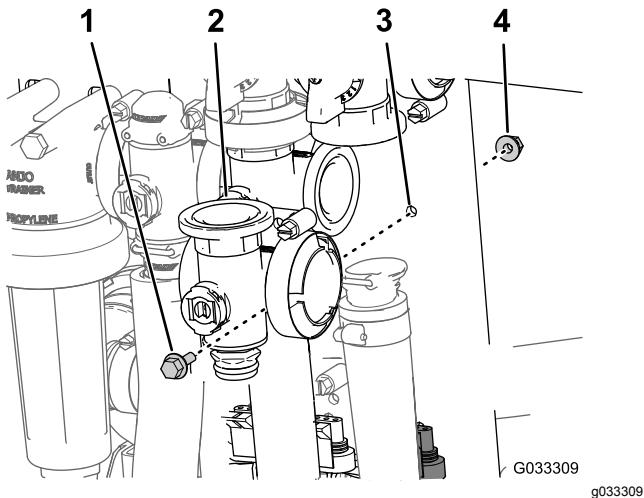

Figure 67
3. Retirez le boulon à embase et le contre-écrou à embase qui fixent la vanne maîtresse au support, puis déposez le collecteur de la machine (Figure 67).